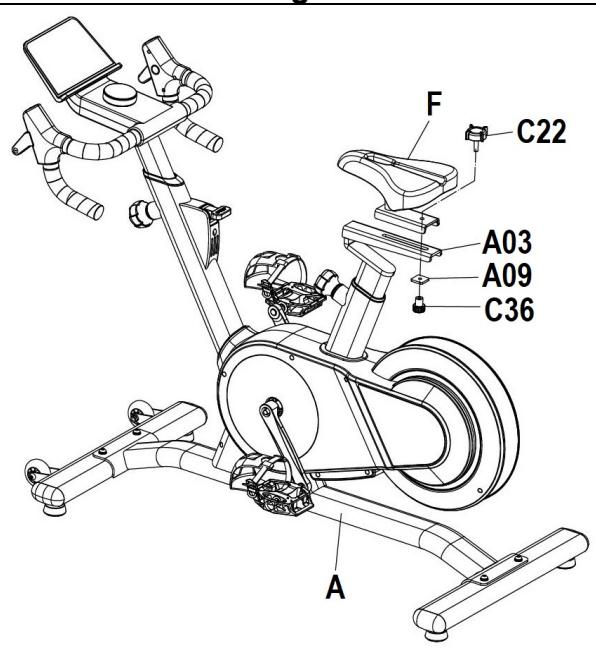

Fig.5
Afloje un poco el pomo (C05) en sentido contrario a las agujas del reloj. Posicione el manillar (E) a la distancia cómoda de realizar el ejercicio y vuelva a apretar el pomo (C05) fuertemente en el sentido de las agujas del reloj, Fig.5.
para realizar el ejercicio y vuelva a apretar fuertemente el pomo (C05) en el sentido de las agujas del reloj, Fig.5. Manténgase dentro de las referencias.
Afloje un poco el pomo (C22) en sentido contrario a las agujas del reloj, coloque el sillín a la posición adecuada para realizar el ejercicio y apriete fuertemente el pomo (C22) en el sentido de las agujas del reloj, Fig.5.